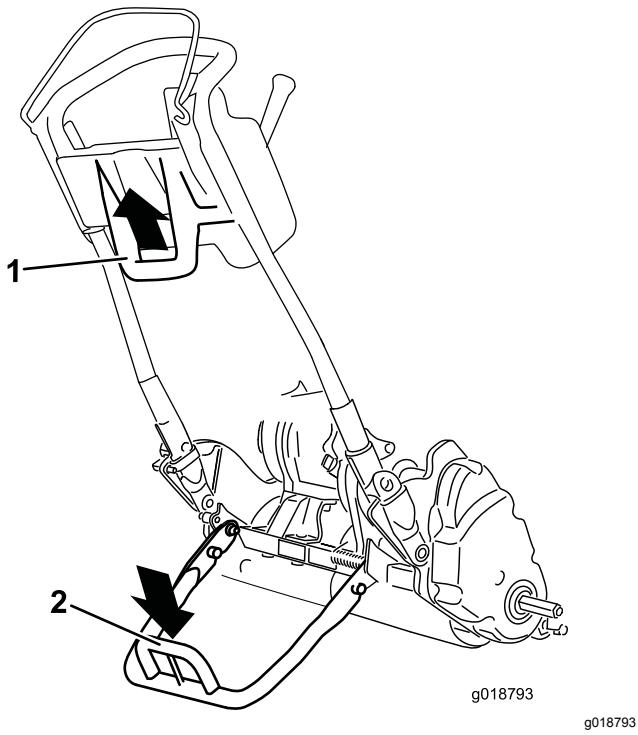

Figura 21
- Para utilizar el caballete para instalar las ruedas de transporte, bájelo al suelo y pise la barra del caballete, tirando del manillar inferior central de la máquina hacia arriba y hacia atrás (Figura 21).